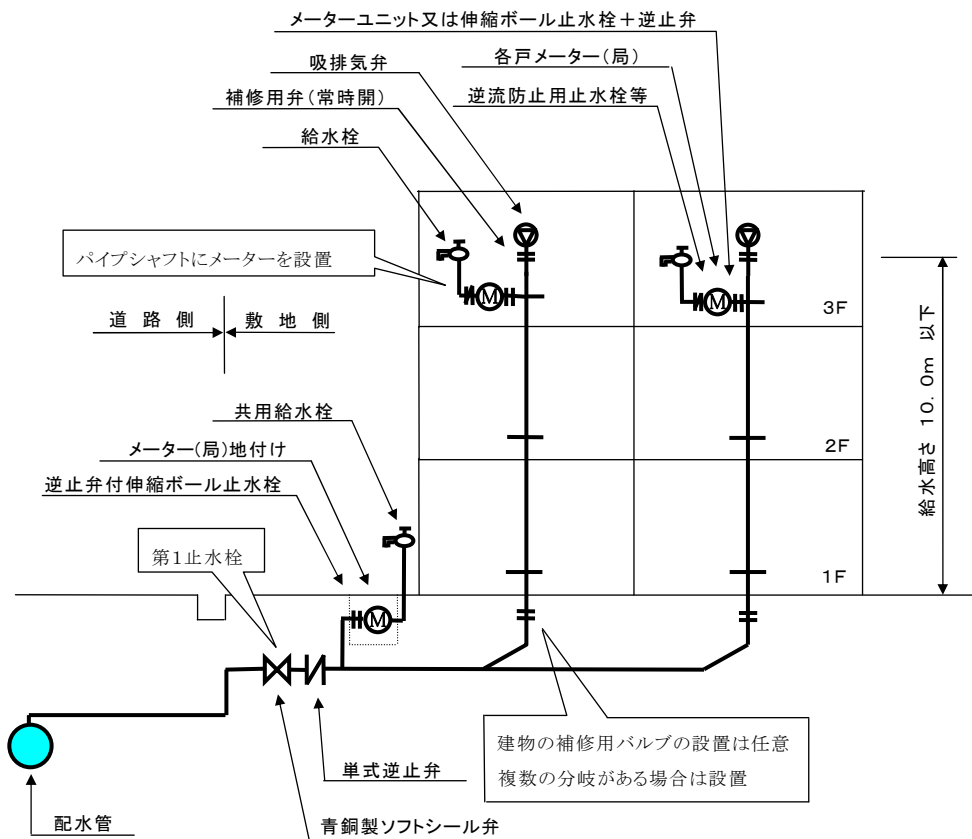

図 5-4 給水管口径 40mm・50mm の三階直結直圧式給水標準図
2. 共同住宅の施行基準は、給水管口径及びメーターの設置場所により 図5-4～7 のとおりとする。